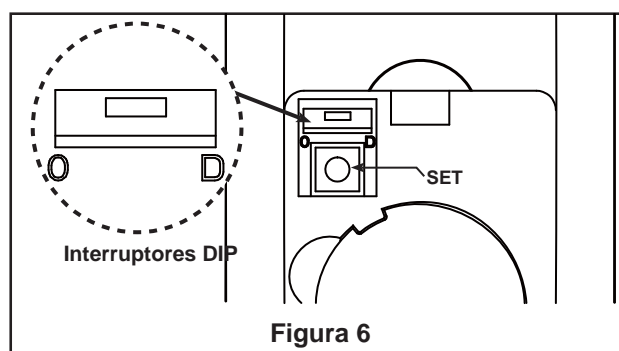

Figura 6
- ### 6. Posición de bloqueo: El motor CC posee una función de seguridad integrada para evitar la obstrucción de las palas durante el funcionamiento del ventilador. Si algo obstruyera las palas del ventilador, el motor dejaría de funcionar tras 30 segundos de interrupción. Extraiga los obstáculos antes de restaurarlo. (Figura 6)